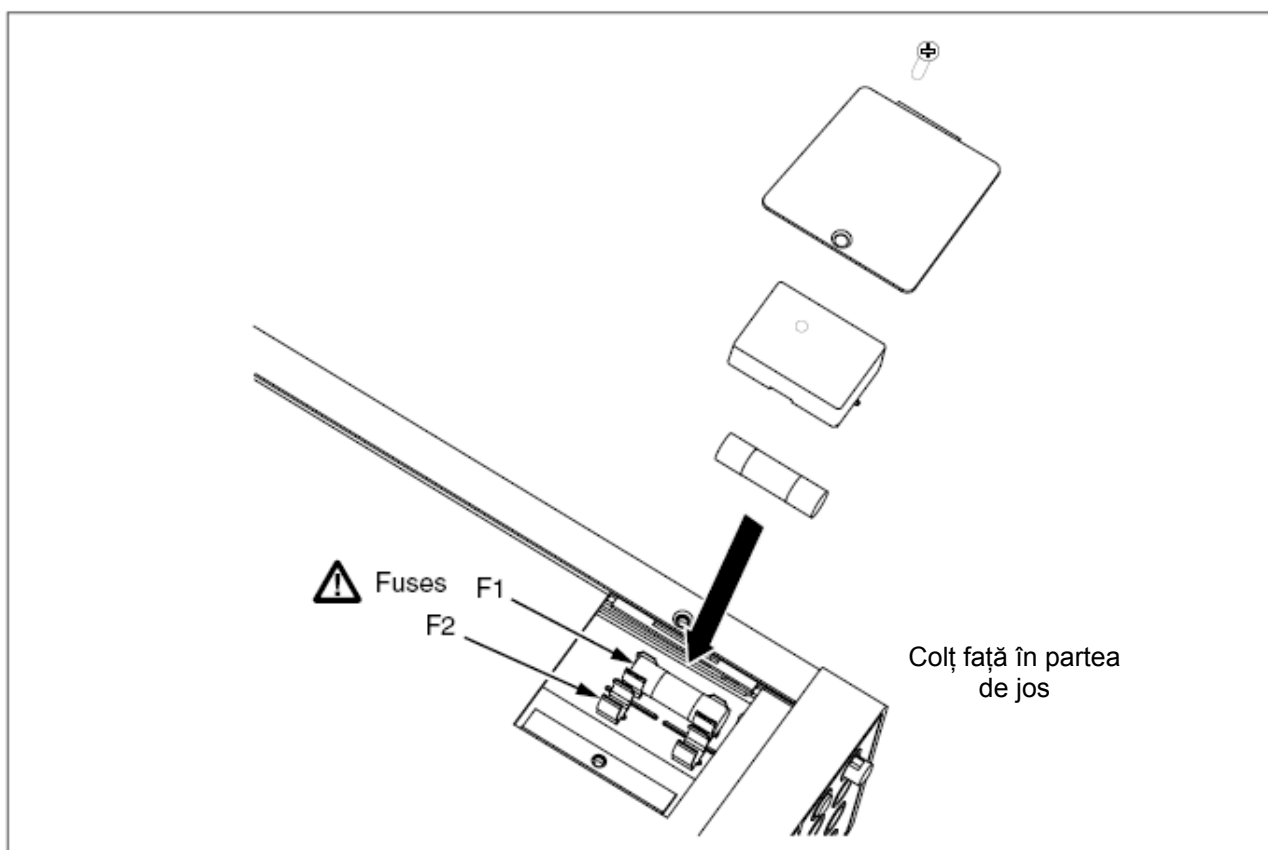

Figura 2-2 Înlocuirea siguranțelor de curent
3. Deșurubați șuruburile de la capacul de la siguranța de curent așa cum se observă în figura 2-2.